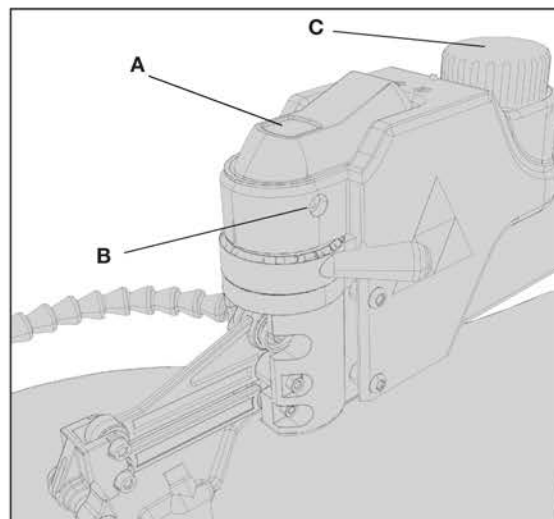

FIG. 6
Pour mettre la scie à découper en marche, appuyer sur l'avant de l'interrupteur (A) fig. 6. La scie se verrouille automatiquement en position de marche. Pour arrêter l'outil, appuyer sur l'arrière de l'interrupteur (A). L'interrupteur comporte un trou (B) afin d'y insérer un cadenas pour verrouiller la scie en position d'arrêt (fig. 6).
IMPORTANT : Lorsque la machine n'est pas utilisée, l'interrupteur doit être verrouillé en position de « OFF » (ARRÊT). pour empêcher toute utilisation non autorisée en utilisant un cadenas avec une boucle de 4,76 mm (3/16 po) dispositif d'accrochage de diamètre par du trou (B) fig. 6.
La scie à découper est munie d'un régulateur de vitesse (de 400 à 1 750 courses à la minute). Pour actionner le mécanisme, faire tourner le régulateur de vitesse (C) fig. 6 lorsque la scie fonctionne.